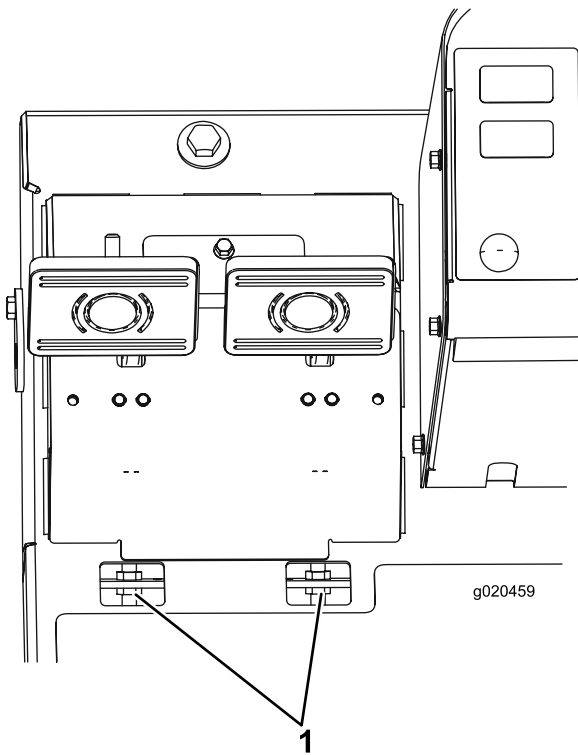

Figure 97
- B. Desserrez l'écrou avant sur l'extrémité fileté du câble de frein (Figure 97).